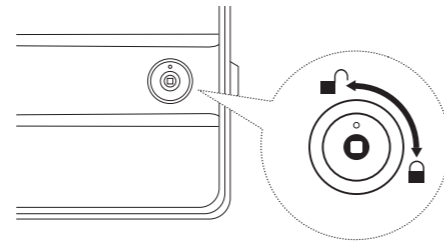

図1
- ・鍵をかける場合は、付属のカギをカギ穴に入れ、時計まわりにまわすと鍵がかかります。(図1)